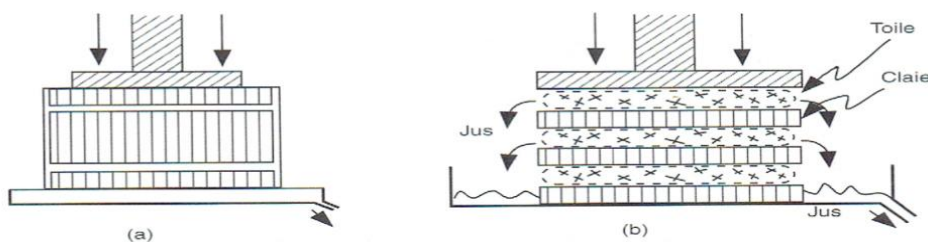

Figure 2 : Pressoirs traditionnels (a) à barreaux, (b) à toiles et claies
- les *pressoirs traditionnels à barreaux*, actionnés par vis ou pression hydraulique, toujours utilisés au niveau artisanal ou fermier pour le raisin et d'autres fruits (figure 2 a);
- les *presses à toiles et claies* (figure 2 b), mêmes remarques que pour les précédents, mais plus performantes du fait de la moindre épaisseur de couche ;